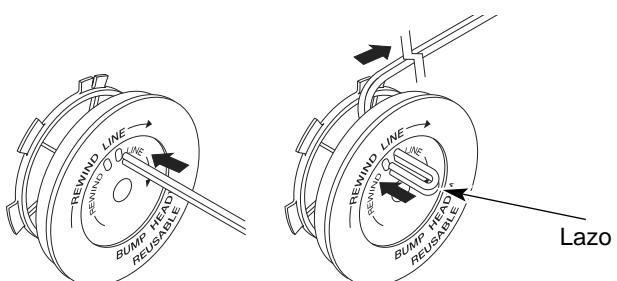

Fig. 21
8. Tome aproximadamente 2.7 m (9 pies) de nueva lnea de corte. Inserte un extremo de la lnea a trav s de uno de los orificios del carrete interior (Fig. 21). Pase la lnea a trav s del carrete interior hasta que queden s lo 4 pulgadas fuera.
9. Inserte el extremo de la lnea en el orificio abierto del carrete interior y tire de la lnea en forma ajustada a fin de que el lazo sea lo m s peque o posible (Fig. 21).